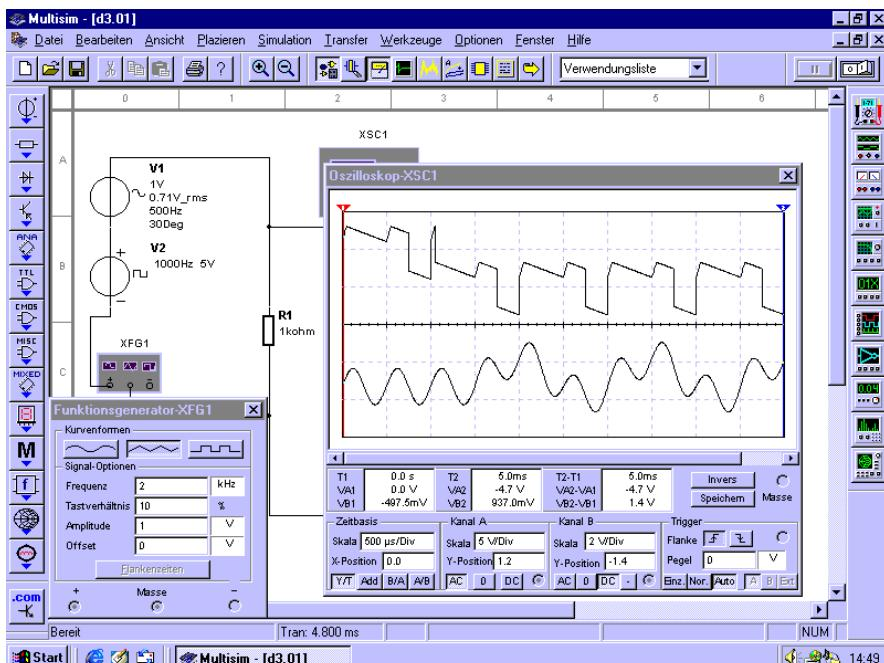

Bild 3.1 Kurvenverlauf von nichtperiodischen Wechselspannungen (oben) und periodischen Wechselspannungen (unten)
- nichtperiodischen Wechselspannungen (**Bild 3.1 oben**)
- periodischen Wechselspannungen (Bild 3.1 unten)
In Bild 3.1 sind neben dem Oszilloskop mit den beiden Wechselspannungen auch der Funktionsgenerator und Wechselspannungsquellen gezeigt. Wenn Sie diese Schaltung aufrufen, erkennen Sie die einzelnen Funktionseinheiten, die in diesem Kapitel noch erklärt werden.